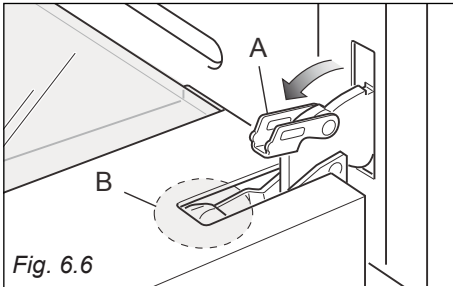

Fig. 6.6
- Låsebøylene "A" åpnes på høyre og venstre side (Fig. 6.6).
- Lukk forsiktig ovnsdøren intill venstre og høyre låsebøyler hektes til hengslene "B" på ovnsdøren (Fig. 6.6, 6.7).